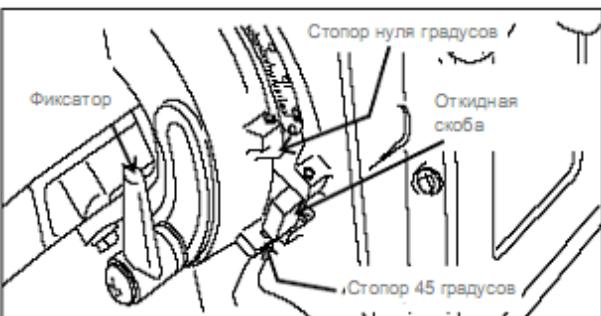

Рис. 21: Расположение опорных выступов и стопорной скобы для положений стола 0° и 45° .
2. Откинуть стопорную скобу (Рис. 21).